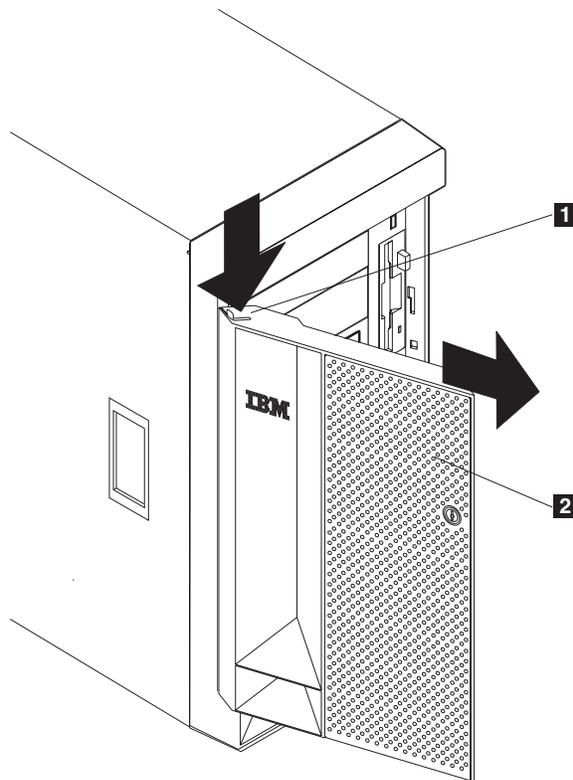

Figure 30. Retrait de la porte du serveur du Modèle 25T
2. Localisez la flasque située sur la partie supérieure de la porte (voir la figure 30).